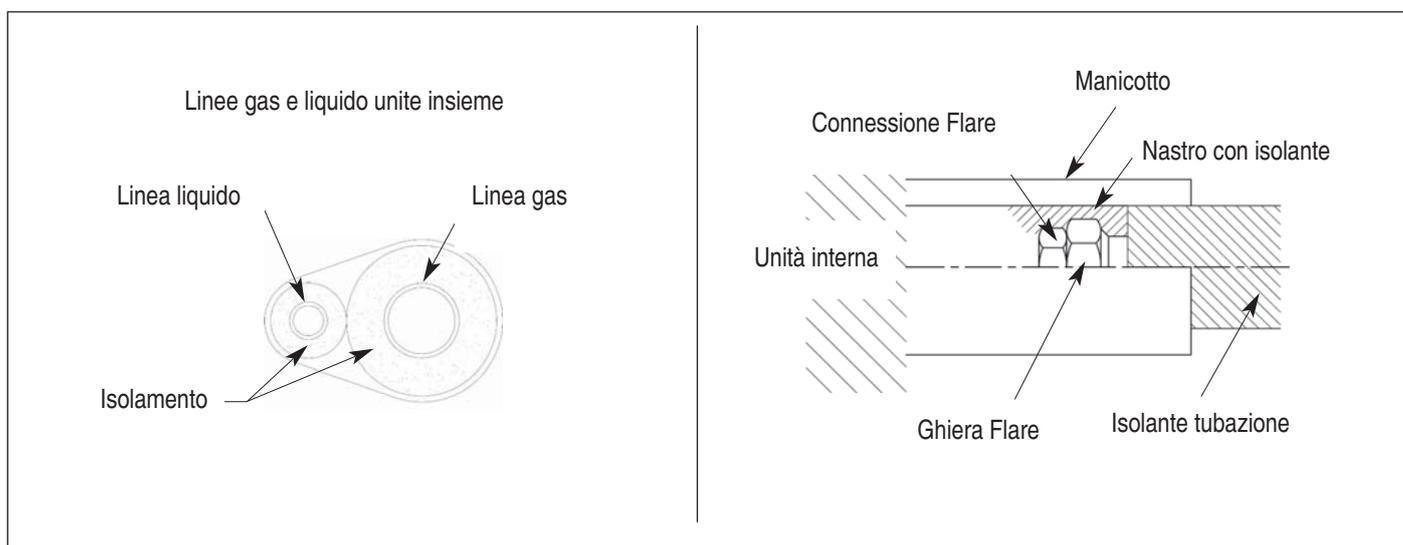

fig. 9
7.8.3 Isolamento delle tubazioni (fig. 9)